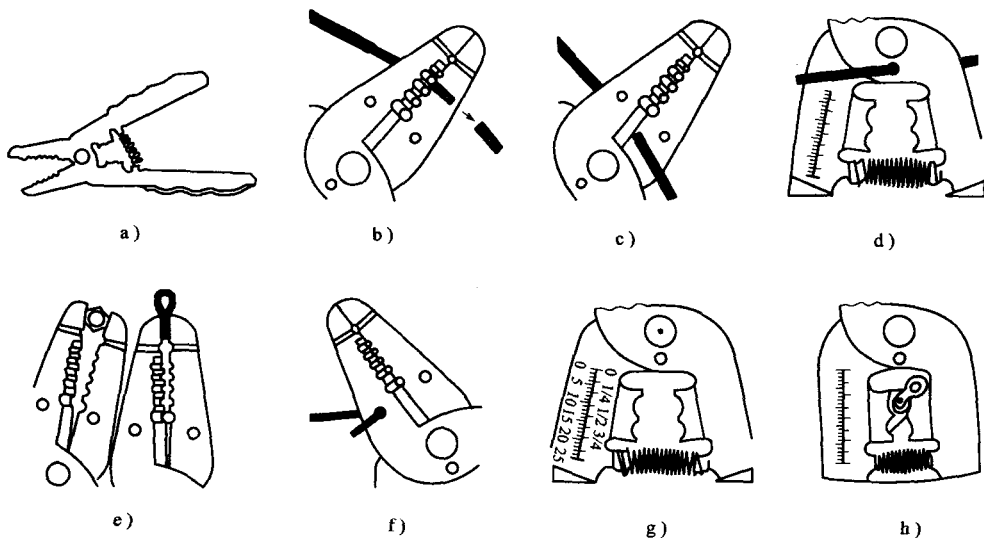

图 1-12 多功能剥线钳的构造及用途
8. 多功能剥线钳 多功能剥线钳又称七合一多功能组合工具, 目前有 HS—1041、HS—1042 和 HS—1043 共 3 种型号, 它是集剥线器、线剪、钢丝剪、钳子、圈线器、刻度尺、卷压工具和剥线器 (附带摩擦刀刃) 于一体的多功能工具。多功能剥线钳的构造及用途如图 1-12 所示。